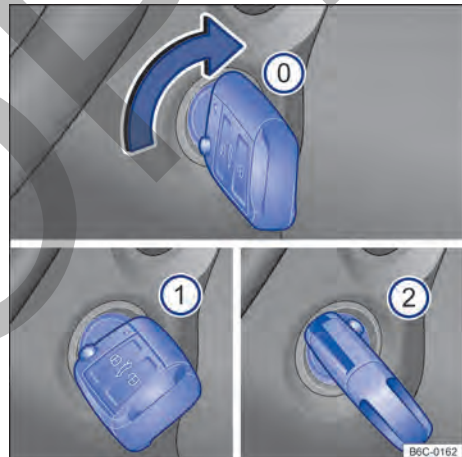

Fig. 89 Al lado del volante de la dirección, a la derecha: posiciones de la llave del vehículo en la cerradura de encendido.
Posiciones de la llave del vehículo → fig. 89
- ① Encendido desconectado. La llave del vehículo puede ser retirada.
- ① Encendido conectado.
- ② Pise el pedal del freno (*vehículos con transmisión automática*), o el pedal del embrague (*vehículos con transmisión manual*) y encienda el motor. Cuando el motor arranque, suelte la llave del encendido. Al soltar, la llave del vehículo vuelve a la posición → fig. 89 ①.
- *Vehículos con cerradura de encendido:* girar la llave del vehículo a la posición → fig. 89 . El encendido está conectado. En ese momento la luz de control del sistema de arranque en caliente  se encenderá en el instrumento combinado. Esperar a que la luz de control  se apague indicando el final del calentamiento del combustible (esta acción puede ser necesaria en condiciones de arranque con el motor frío).
- *Vehículos con cerradura de encendido:* gire la llave del vehículo en el tambor de ignición hacia la posición → fig. 89  – no acelerar. Cuando el motor comience a funcionar, soltar la llave del vehículo en la cerradura de encendido.
- *Vehículos con cerradura de encendido*: girar la llave del vehículo en la cerradura de encendido a la posición → fig. 89 .